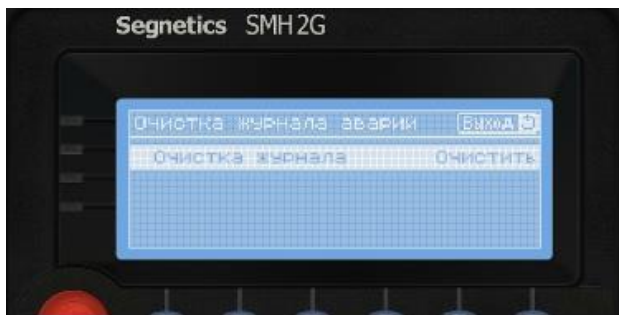

Рисунок 19. Экран “Очистка журнала аварий”
2. Очистить журнал аварий (Рисунок 19)